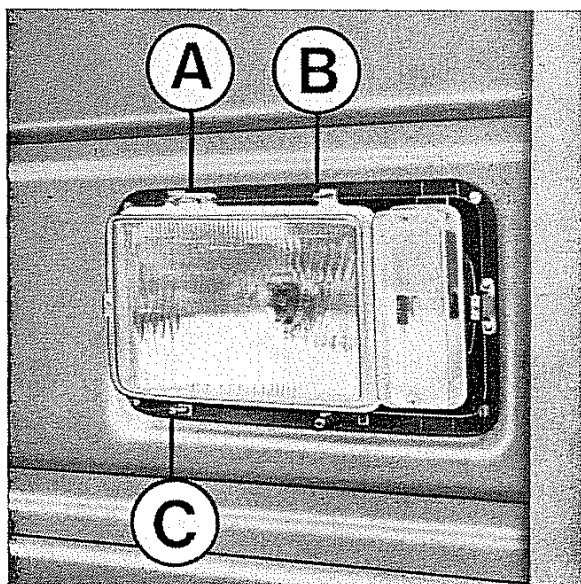
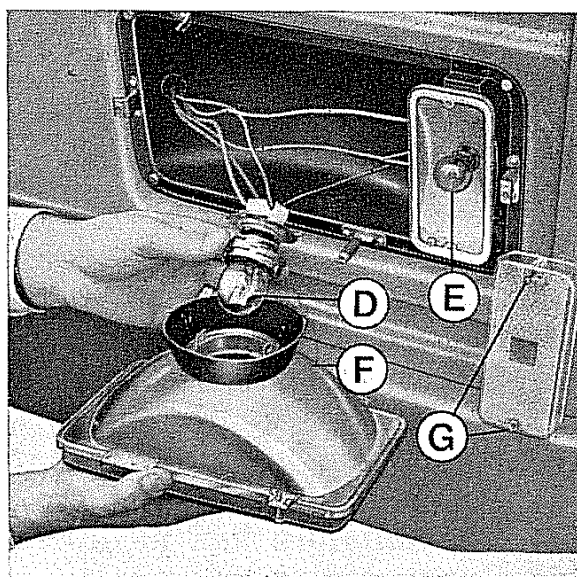

Fig. 29 - Registrazione fari
Fig. 30 - Sostituzione lampade
- Correggere l'inclinazione del faro agendo sulle apposite viti **B** e **C** (fig. 29).
- Sganciare la molla **A** (fig. 29) ed estrarre il gruppo ottico **F** (fig. 30).
- Sfilare la lampada **D** (fig. 30) e sostituirla con una dello stesso tipo, quindi rimontare tutto come prima.
Dovendo sostituire invece una lampada per indicatore anteriore di direzione (lampada **E** fig. 30) basta togliere la cornice e svitare le due viti **G** (fig. 30) che fissano il trasparente.